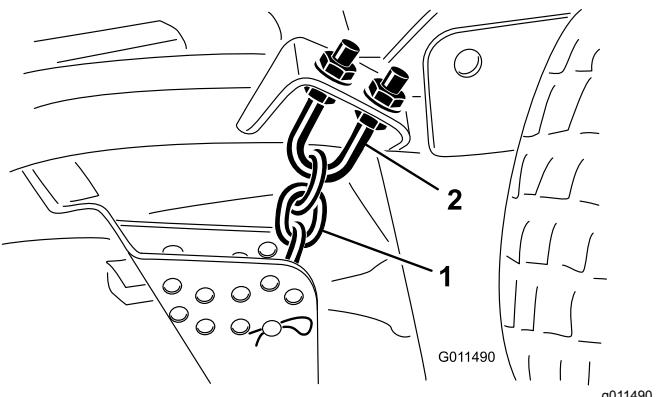

Figura 104
1. Afloje las contratuerzas de la parte superior o inferior del perno en U de la cadena de altura de corte (Figura 104).